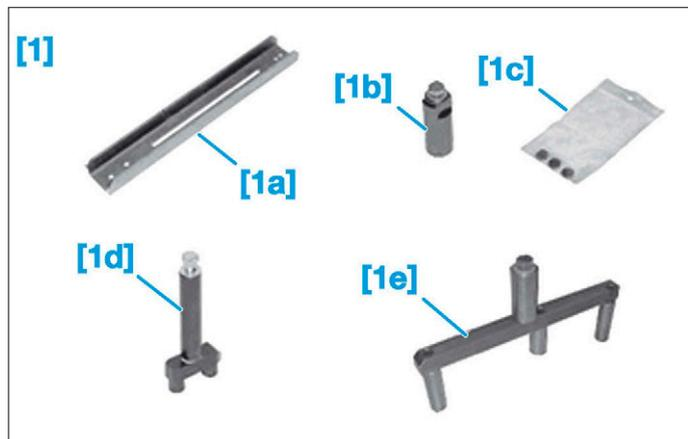

FIG. 51
- [1]. Kit d'extraction d'injecteur (réf : 1616) (Fig.51).